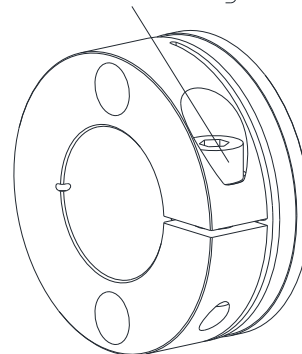

Fig . 17 : Montage du moyeu fendu
- Desserrer légèrement les vis de serrage (pièce 5) (voir figure 17).